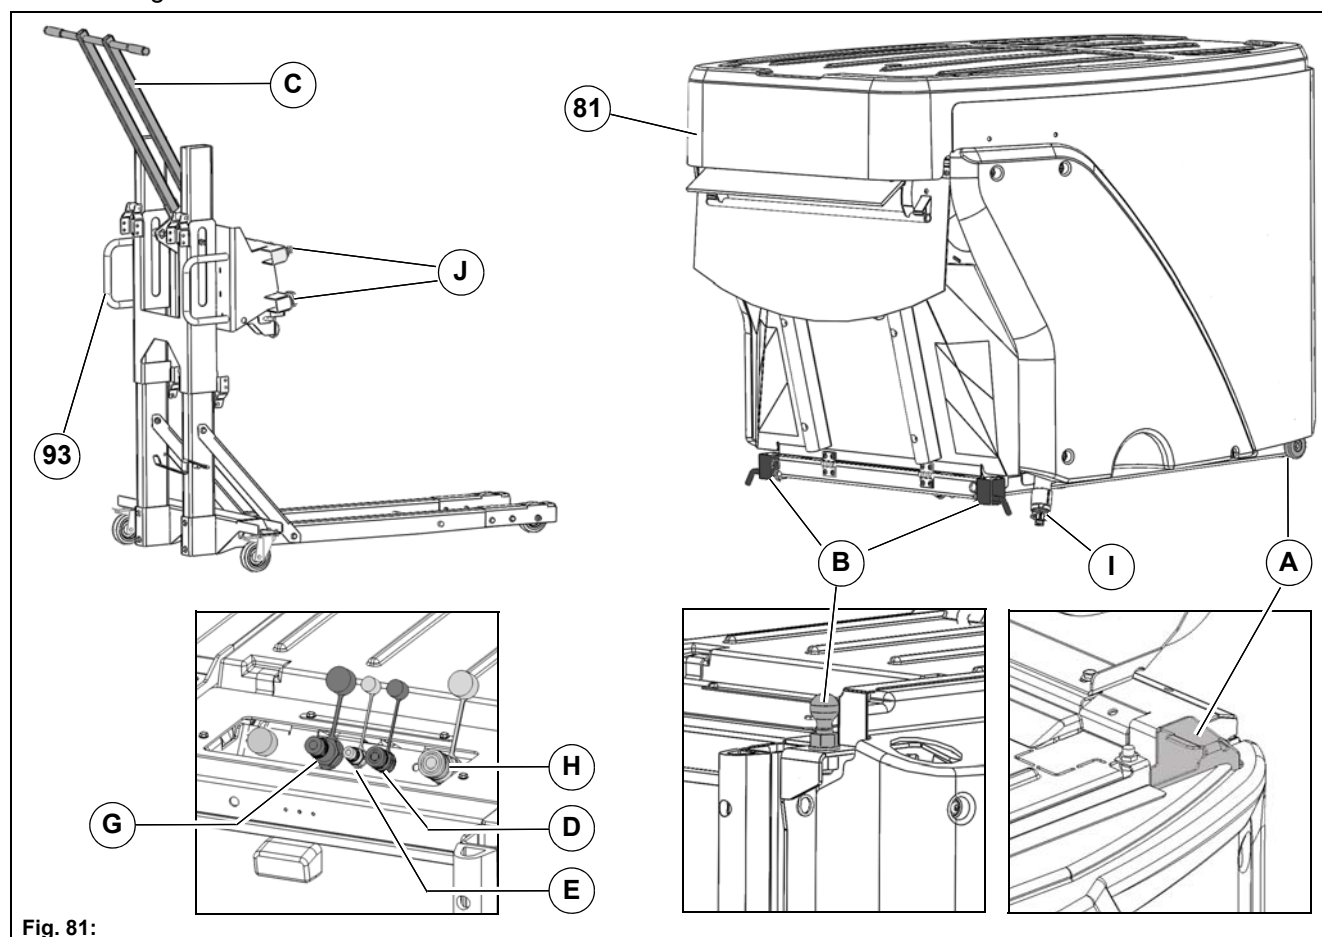

Fig. 81:
2. Mettre la cuve à déchets **Fig. 81-81** en place avec les éléments de retenue **Fig. 81-J** du chariot.
3. Aligner la cuve à déchets **Fig. 81-81** avec le chariot **Fig. 81-93** sur l'arrière-train et faire glisser les roues dans les poches **Fig. 81-A**.
4. Les éléments de retenue de la cuve à déchets et ceux **Fig. 81-B** de l'arrière-train doivent être alignés.
5. Lever prudemment le levier **Fig. 81-C** du chariot et abaisser lentement la cuve à déchets.
- Levage/descente cuve à déchets, arrivée = **Fig. 81-D**
- Levage/descente cuve à déchets, retour = **Fig. 81-E**
- Moteur hydraulique ventilateur aspirant, arrivée = **Fig. 81-G**
- Moteur hydraulique ventilateur aspirant, retour = **Fig. 81-H**
- Eau de circulation = **Fig. 81-I**